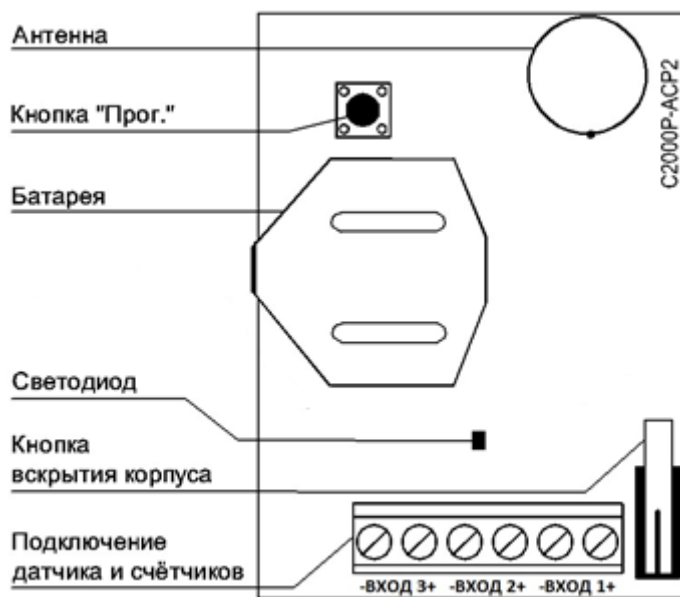

Рисунок 2.2 Расположение элементов на плате
На плате АСП2 располагается элемент питания и органы управления прибором (см. Рисунок 2.2):
- Зажать кнопку «Прог.» на плате АСР2 (см. Рисунок 2.2) на время более 3 секунд.
Тест качества связи запускается посредством короткого нажатия на кнопку «Прог.» на плате прибора (см. Рисунок 2.2). Запуск процедуры может занимать до 2 секунд, при этом прибор осуществляет анализ радиоэфира и регистрацию на оптимальном ПКП или ретрансляторе.
- Отключите все источники питания и нажмите кнопку «Прог.» на плате устройства (см. Рисунок 2.2) до полной разрядки конденсаторов (5-10 с).